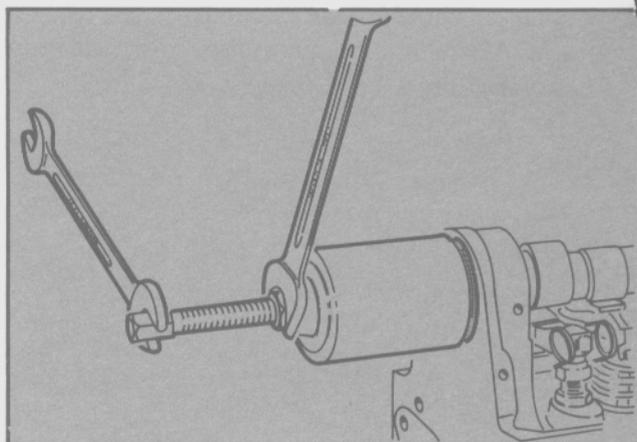

Fig. 88 - Instalación del retén de aceite
- Lubricar el labio de sellado del nuevo retén de aceite y colocarlo utilizando la herramienta T84G-7150-BAS (Fig. 88).